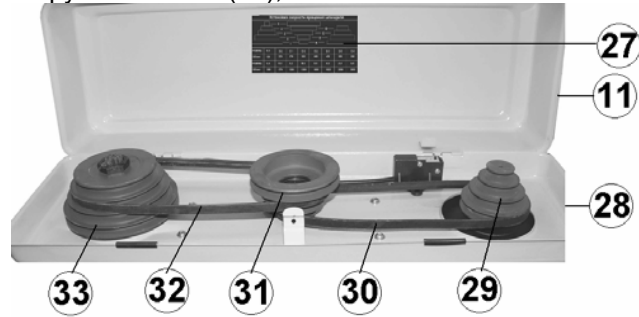

Рис. 5
12.3. Приводной ремень следует заменять, когда натяжение последнего не предотвращает его проскальзывание на шкивах. **Ремень передачи 30 – код для заказа 25608, ремень передачи 32 – код для заказа 25609, Рис. 5.**